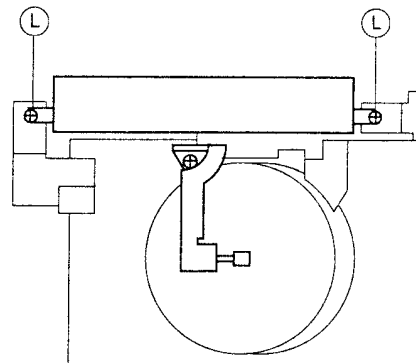

Fig. 7
- Schrauben (L) entfernen und Kopfverstärker nach oben herausziehen (Fig. 7).
- Remove the screws (L) and lift the Video Head Amplifier upwards to remove it (Fig. 7).